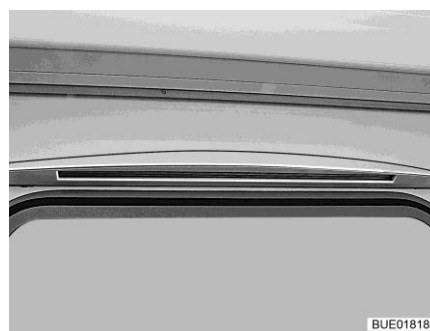

Fig. 79 Luce tenda veranda
- Illuminazione tenda veranda (Fig. 79) (parzialmente accessorio opzionale)